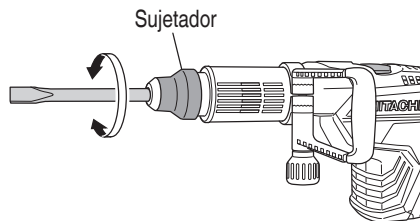

Fig. 4
- (2) Gire el mango o la herramienta como se ilustra en la Fig. 4 y fije la herramienta en la dirección de trabajo deseada.